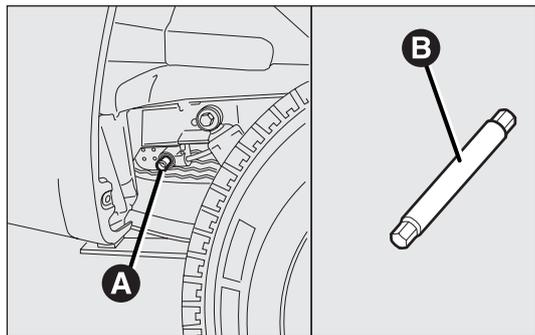
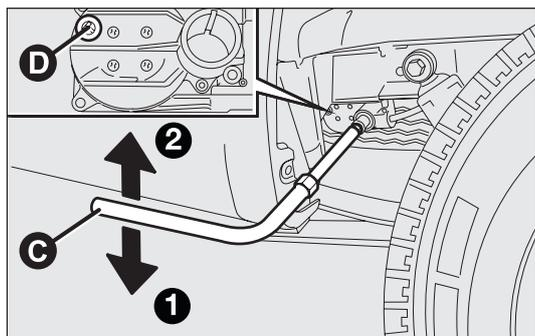

fig. 161
fig. 162
- per tutte le versioni, accedendo dal passaruota posteriore destro del veicolo, azionare la vite di manovra A-fig. 161 del dispositivo di trattenimento della ruota di scorta, utilizzando la chiave in dotazione munita dell'apposita prolunga B;
- ❑ ruotare la chiave C-fig. 162 in senso antiorario I per permettere la discesa della ruota di scorta;
- inserire la chiave in dotazione C-fig. 162 munita dell'apposita prolunga B-fig. 161 sulla vite A-fig. 161 del dispositivo di manovra dell'alloggiamento ruota di scorta e ruotarla in senso orario 2 per permettere la risalita della ruota di scorta, fino al completo appoggio alla sede sottopianale verificando che nella finestra presente sul dispositivo sia comparsa la tacca di avvenuto aggancio D-fig. 162.